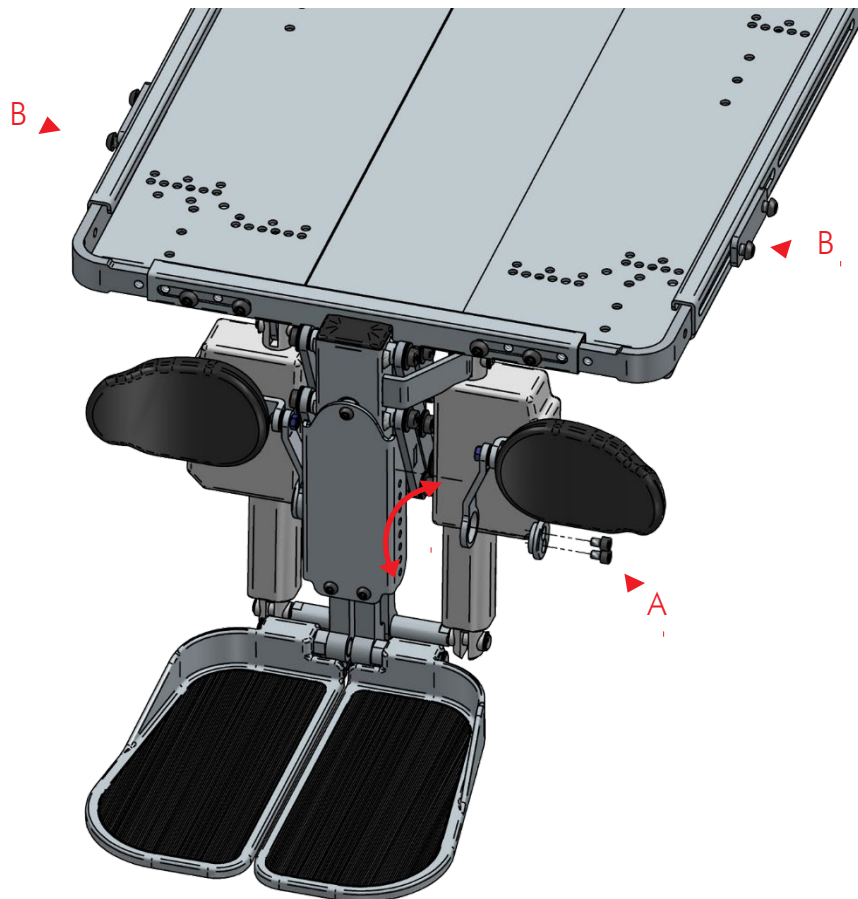

Abbildung 3
1. Lösen Sie die beiden Inbusbolzen. (Abb. 3 - Pos. A)
1. Lösen Sie die vier Inbusbolzen (Abb. 3 - Pos. B).